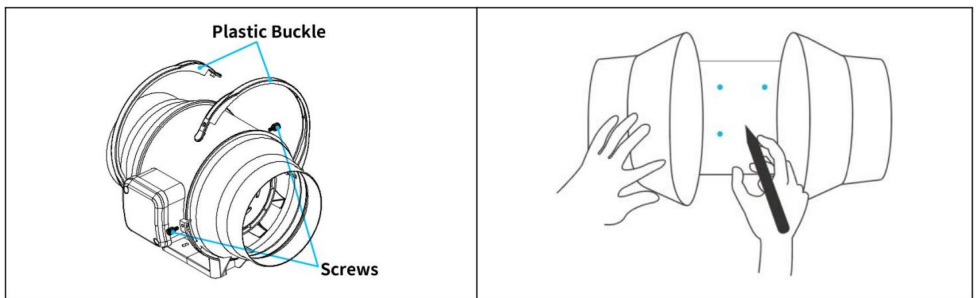

Fig. 3.
3.Utilice el soporte de brida para establecer la posición deseada del ventilador. Marque los cuatro orificios de montaje. Consulte la (Fig.3).